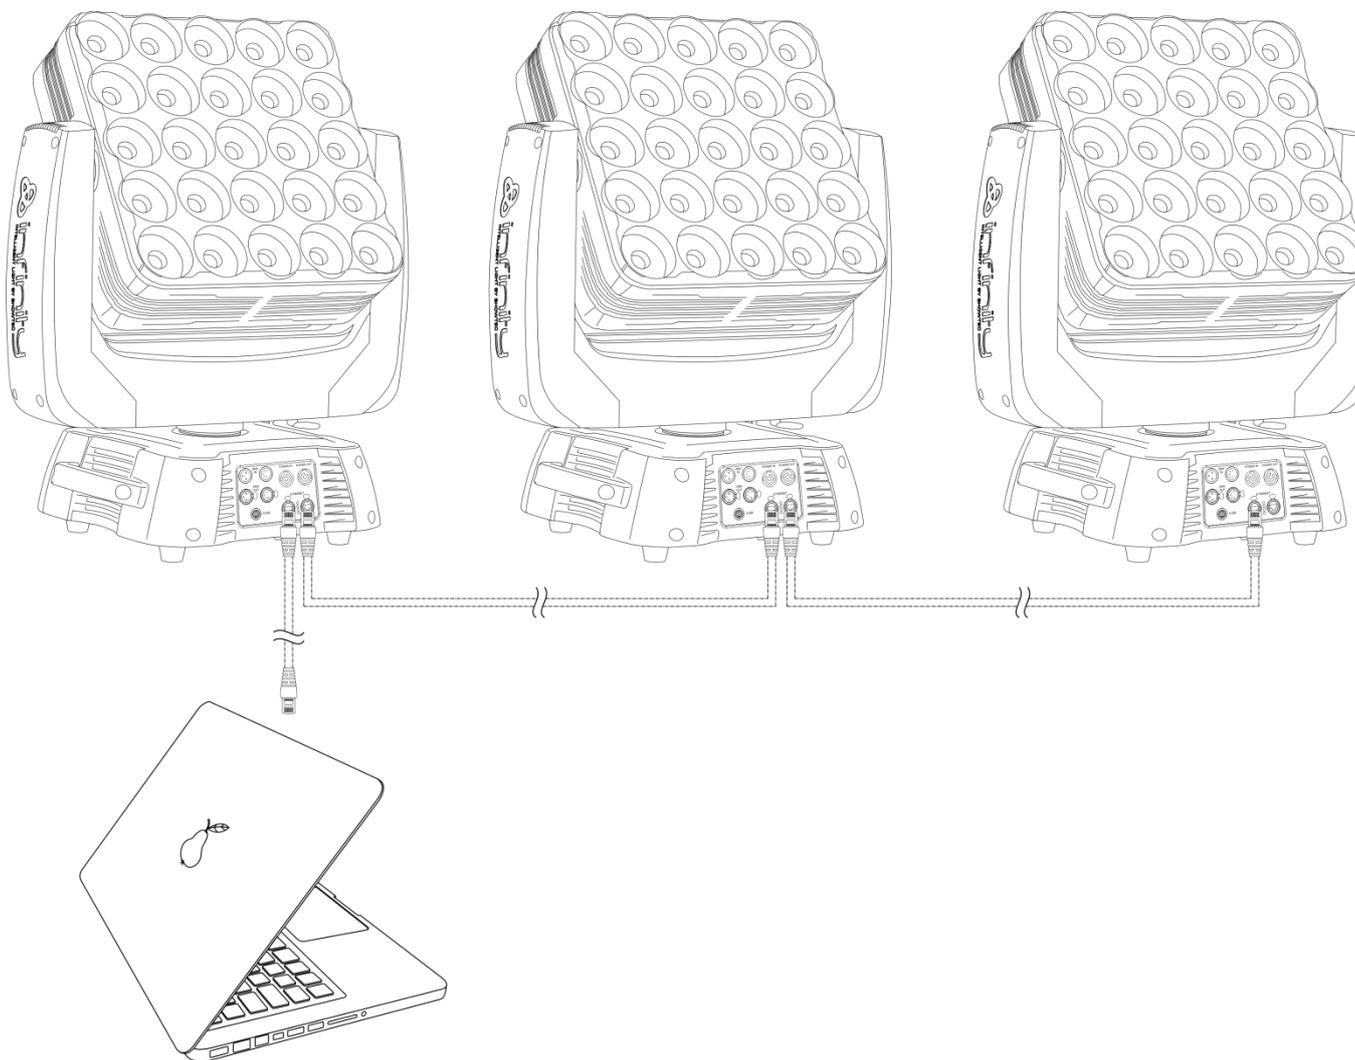

Abb. 05
- 05) Wiederholen Sie diesen Vorgang, um das zweite, dritte und vierte Gerät ebenfalls zu verbinden (Abb. 05).